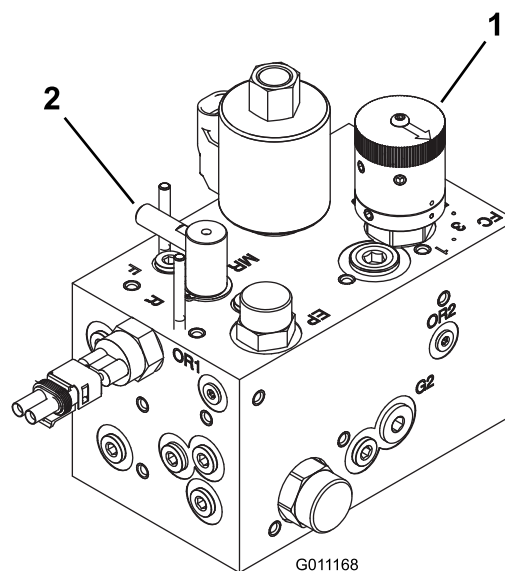

Рисунок 75
3. Поверните регулятор обратного вращения в положение обратного вращения (R). Поверните регулятор скорости барабана в положение 1 (Рисунок 75).